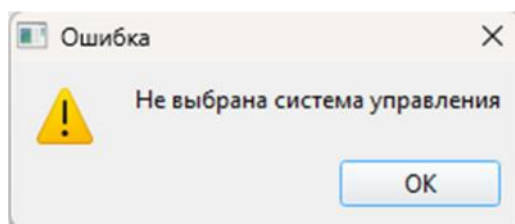
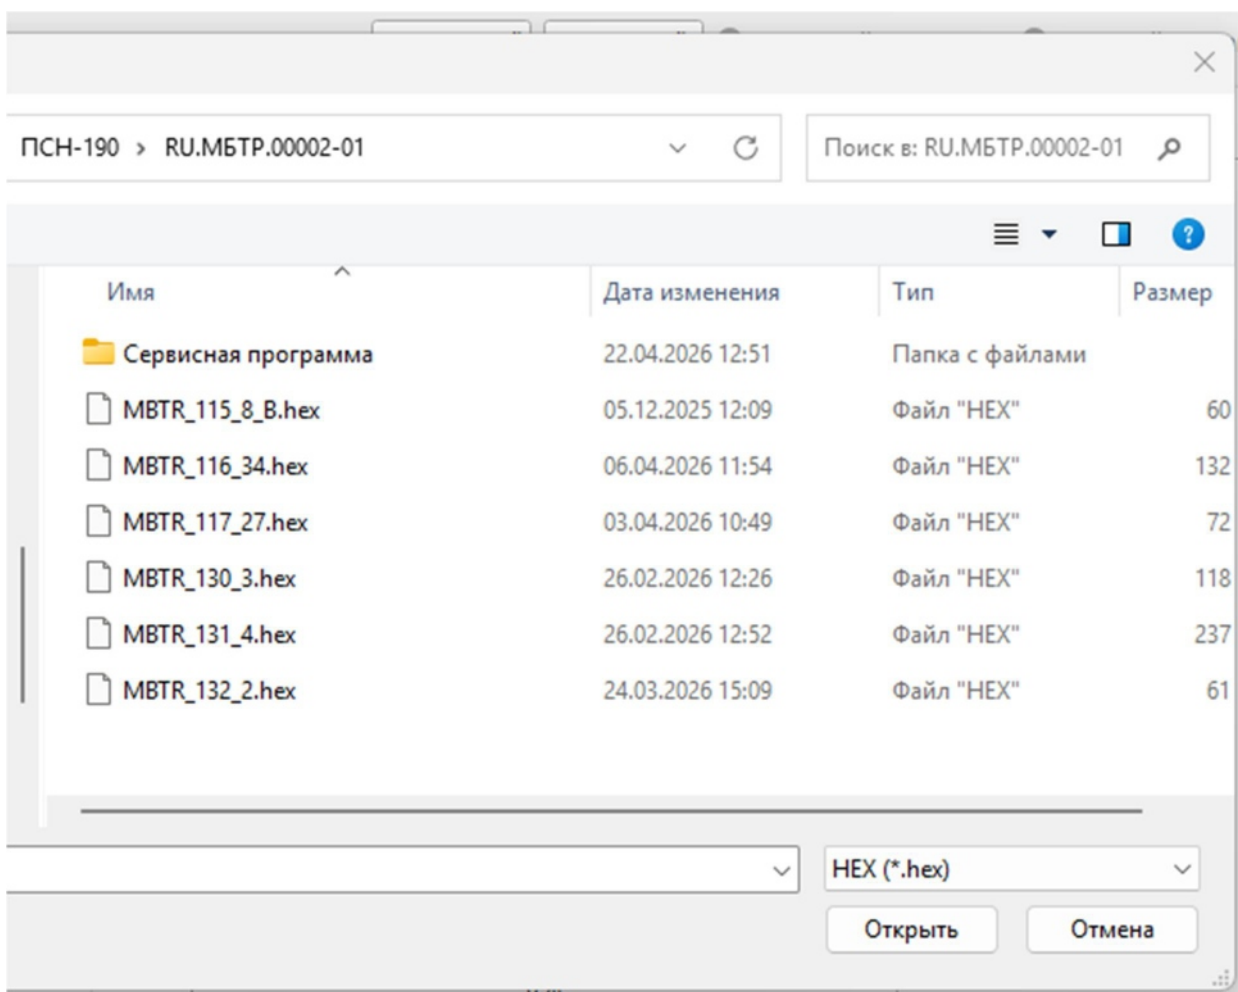

Рис. 9 – Ошибка
Рис. 10 – Выбор файла для программирования
13. Нажать кнопку «Открыть файл». Если плата не выбрана, появится окно с информацией об ошибке (рис. 9). При успешном выборе платы откроется окно для выбора файла программы (рис. 10).